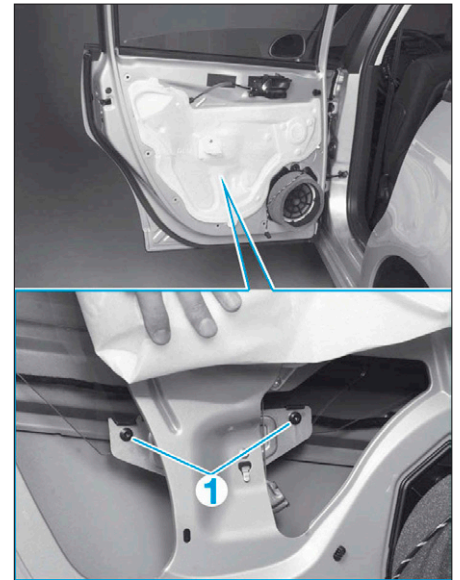

FIG. 53
- Déposer les vis de fixation (1) (Fig.53).